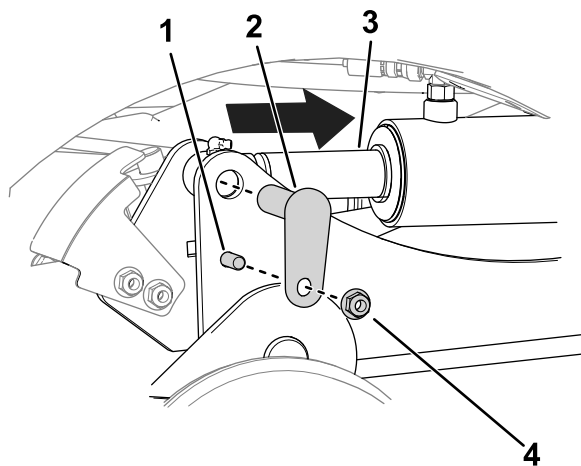

図 7
- B. ポンチを使って、シリンダロッドの穴と昇降アームの穴を揃える 図 7。
- C. ボルト $\frac{3}{8}$ " x  $1\frac{1}{4}$ "2本、ナット $\frac{3}{8}$ "2個、小さいピン 2 本を使用して、昇降アームをシリンダに固定する 図 7。